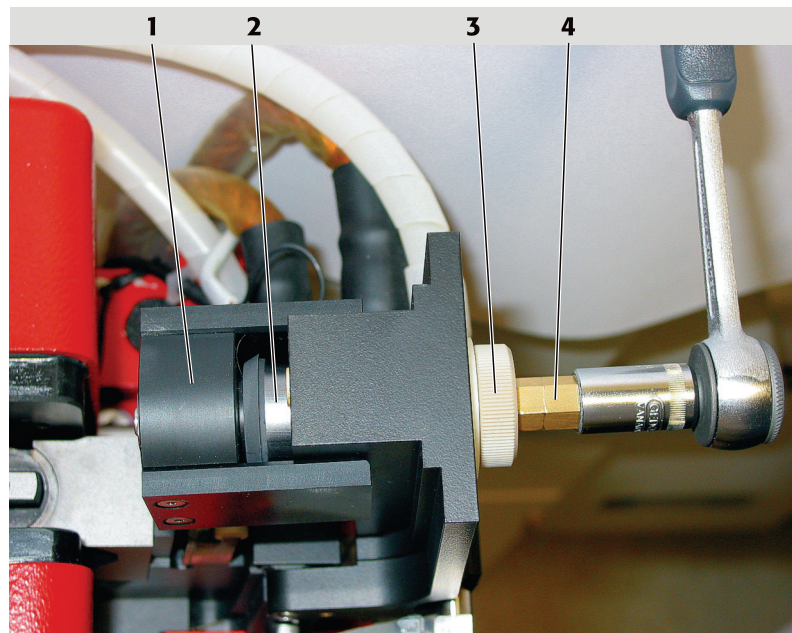

Bild 56 Elektrode mit Einziehwerkzeug an die Backe angesetzt
2. Flanschmutter (3 in Bild 56) der Einziehwerkzeuge bis zum Anschlag in die Ofenbacke einschrauben.